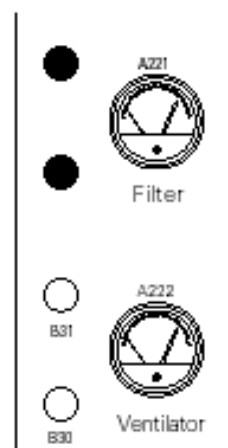

Fig. 4
- Se visualiza "Control de presión en el ventilador" en el manómetro y 2 mandatos, **B30** y **B31** (fig. 4), disparan la alarma óptica y acústica).